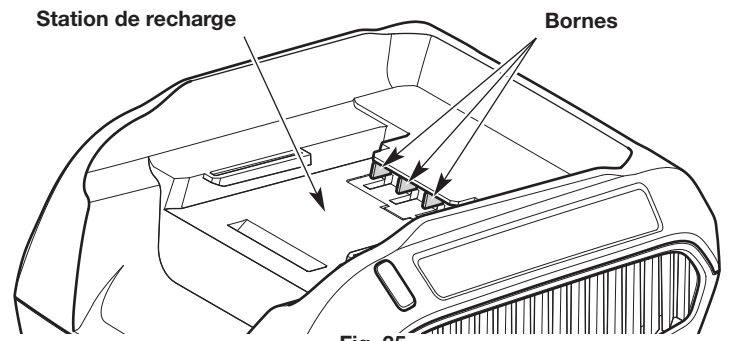

Fig. 35
- Gardez le chargeur de batterie sec, propre et exempt de débris. Ne laissez pas des corps étrangers dans la station de charge ou sur les bornes (Fig. 35). Avant chaque utilisation, inspectez le chargeur afin de détecter si des corps étrangers s'y trouvent.